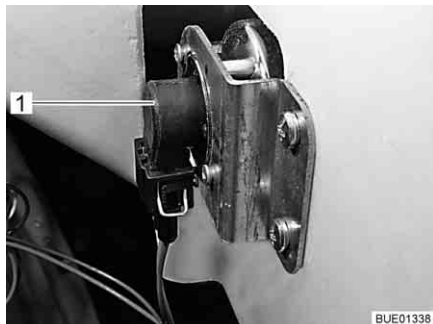

Fig. 274 Intermitente
- Meter la mano detrás del portalámparas (Fig. 274,1).